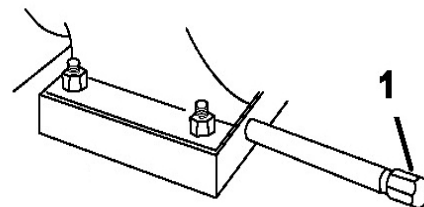

Рисунок 41.
1. Очистите поверхность вокруг крышки сливного отверстия (Рис. 41)